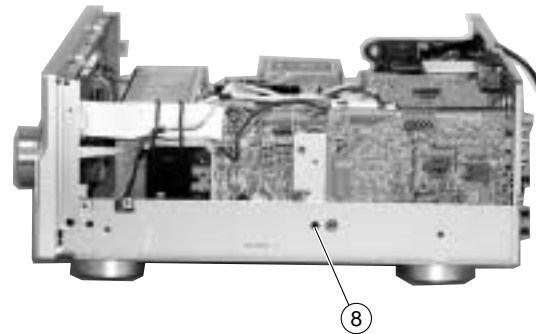

Fig. 9
- b. Remove 1 screw ( ⑧ ). ( Fig. 9 )
- b. ⑧のネジ1本を外します。( Fig. 9 )
**6. Operation check of MAIN (2) P.C.B.**
- a. Remove 1 screw ( ⑧ ). (Fig. 9)
**6. MAIN (2) P.C.B. の動作チェック**
- a. ⑧のネジ1本を外します。( Fig. 9 )